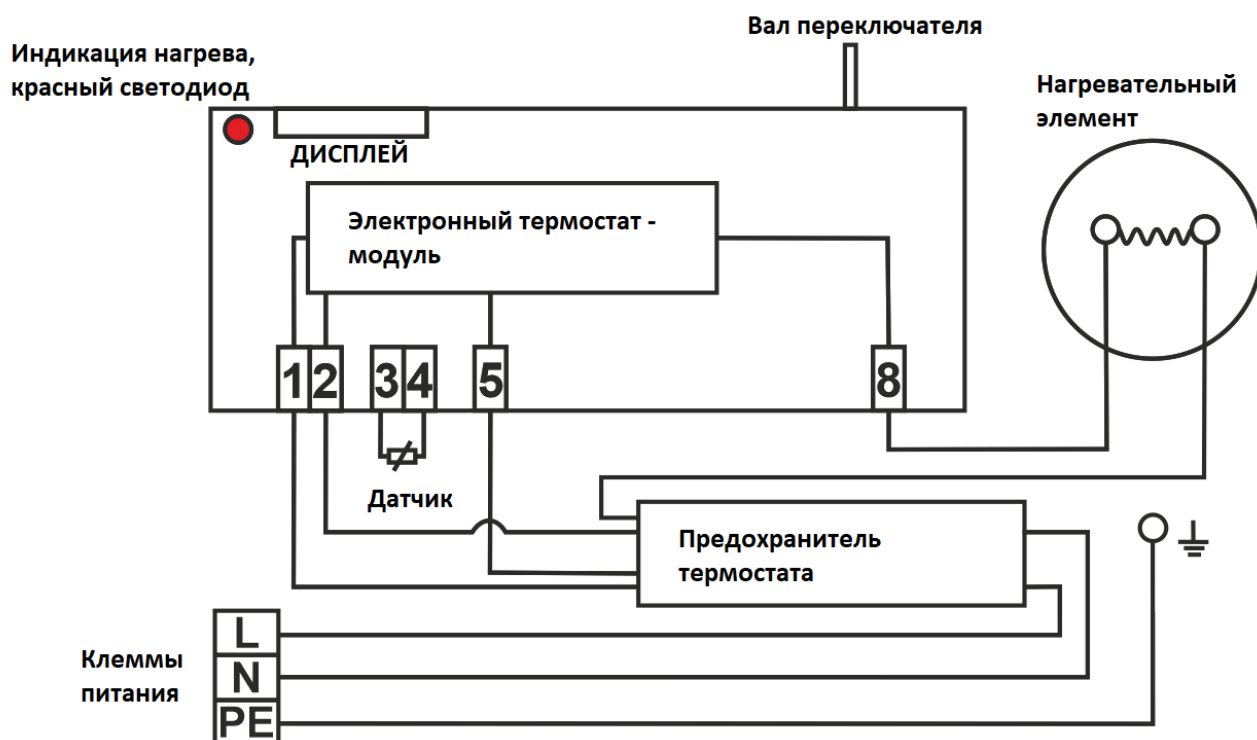

Рисунок 7
Подключение, выполненное на заводе, запрещено менять! (Рисунок 7). Степень защиты электрических компонентов водонагревателя - IP 44. Потребляемая мощность электрического нагревательного элемента 2000 Вт.
- Схема эл. подключения прилагается к водонагревателю на крышке электропроводки (Рисунок 7).